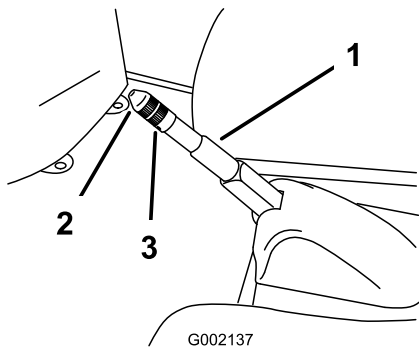

Figure 45
2. Desserrez la vis de fixation du bouton sur le levier du frein de stationnement (Figure 45).